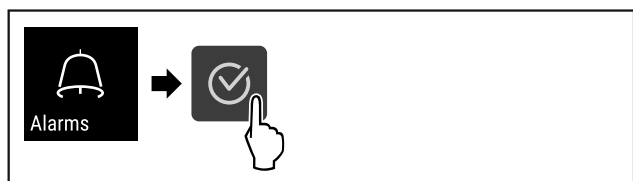

Fig. 125
- Stappen (zie Fig. 125) uitvoeren.